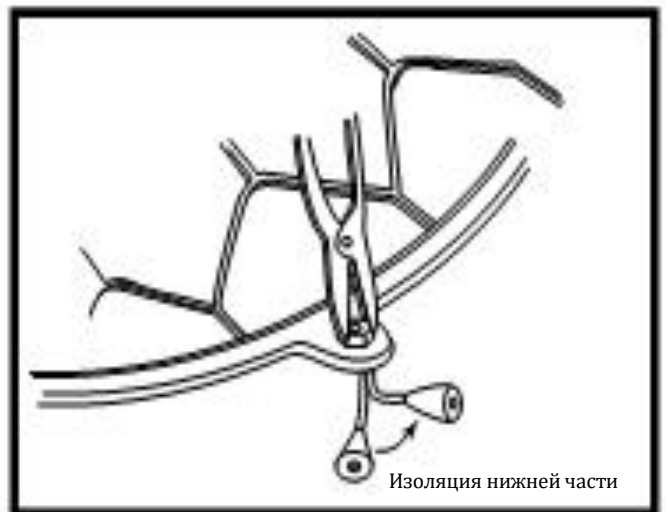

Рис. 22 Установка теплоизоляции нижней части печи.
3. Пропустите все 4 болта через большую сторону паза, а затем толкните тепловую изоляцию вперед так, чтобы болты встали в меньшую сторону паза. (Рис. 22)